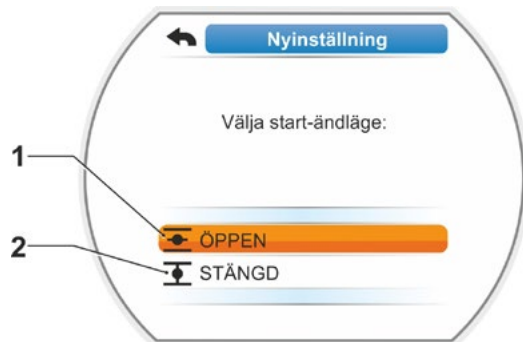

Bild 5: Val av ändläge
På displayen visas frågan om vilket ändläge som först ska ställas in av STÄNGD eller ÖPPEN (bild 5).
11. Välj ändläget som först ska ställas in (i det här exemplet ÖPPEN-ändläget) (bild 5, pos. 1) och bekräfta.